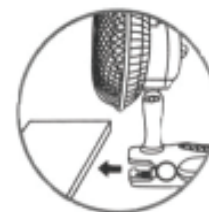

Fig. 3
4. Le ventilateur peut être attaché avec la pince à des supports plats (voir fig.3)